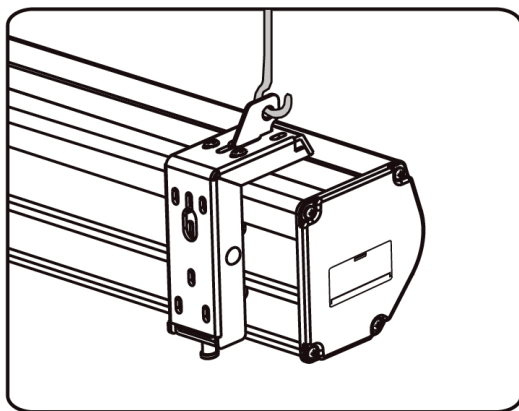

Figure 18
4. Une fois les étapes 2 et 3 terminées, vérifiez que le support mural est correctement fixé au boîtier de l'écran avant de le suspendre. Suspendez l'écran aux crochets, tel qu'indiqué à la Figure 18.